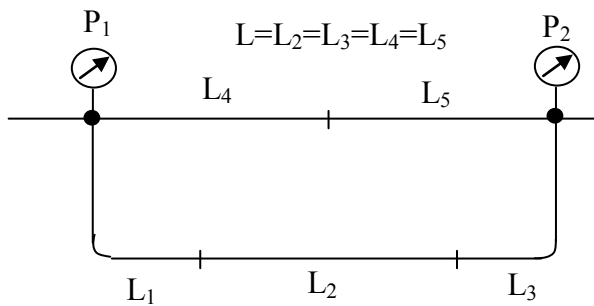

Рисунок 9.8
**9.2.7** Складний трубопровід, утворений з'єднанням мідних труб однакової довжини  $L = 2$  м (рис. 9.8). Визначити втрати напору на ділянках 1 і 5, якщо різниця тисків дорівнює  $P_1 - P_2$ . Втратами тисків на місцевих опорах знехтувати.